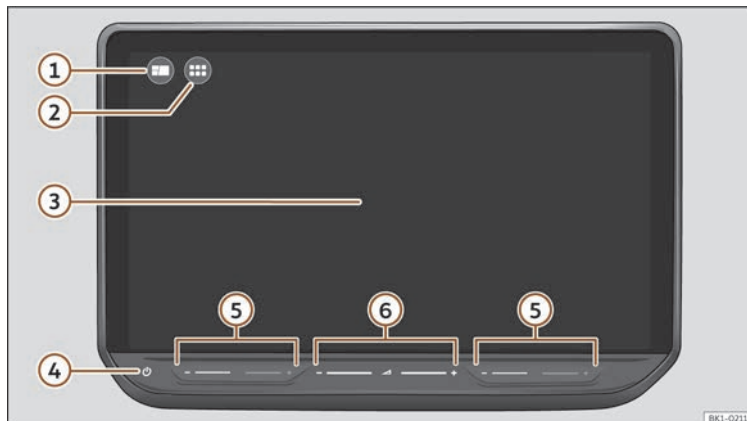

Fig. 177 Vue d'ensemble : unité des commandes.
Personnalisez le menu supérieur ou l'affichage HOME >>> **fig. 177** ①, pour accéder rapidement à vos fonctions favorites ou à celles que vous utilisez le plus fréquemment.